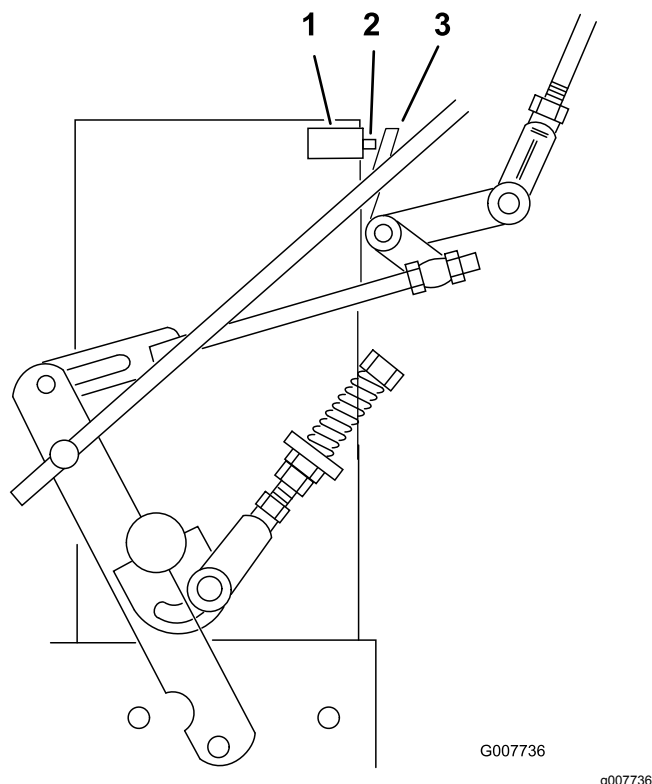

Рисунок 30
7. Проверьте, чтобы защитный выключатель был нажат, а между нажимным выступом и переключателем был зазор 8 мм (Рисунок 30).
8. Если необходимо, отрегулируйте положение выключателя, чтобы установить зазор 8 мм (Рисунок 30).